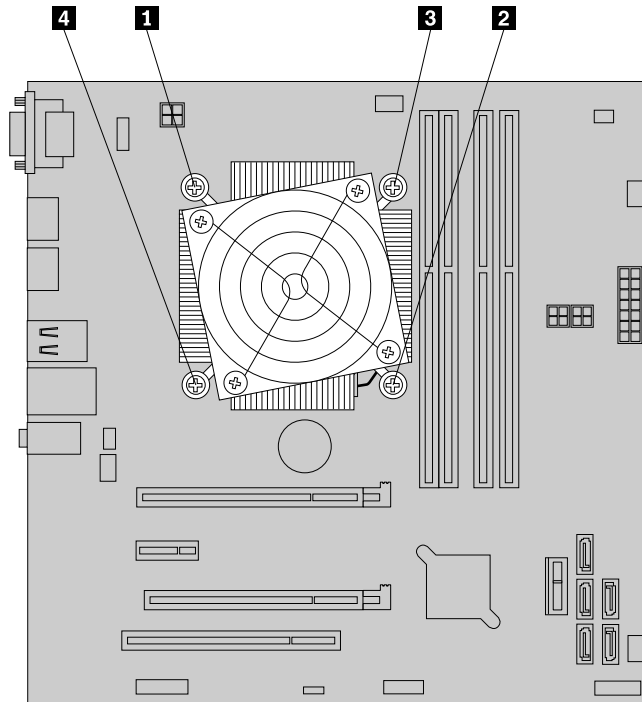

Abbildung 58. Kühlkörper- und Lüftungsbaugruppe entfernen
9. Ziehen Sie die vier Schrauben, mit denen die neue Kühlkörper- und Lüftungsbaugruppe an der Systemplatine befestigt ist, wie in Abbildung gezeigt in folgender Reihenfolge an. Informationen hierzu finden Sie im Abschnitt Abbildung 58 „Kühlkörper- und Lüftungsbaugruppe entfernen“ auf Seite 83.